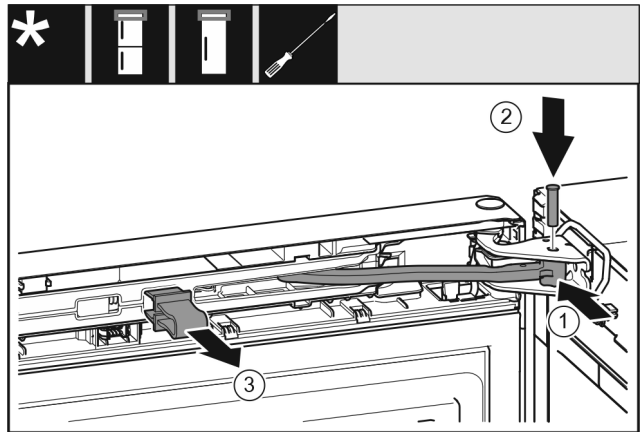

Fig. 66
- ▶ Ktheni menteshën Fig. 66 (1) në bazamentin mbështetës.
- ▶ Vendosni bulonin Fig. 66 (2) në bazamentin mbështetës dhe në menteshë. Këtu bëni kujdes që gunga ndaluese të futet saktësisht në kanal.
- ▶ Hiqni siguresën Fig. 66 (3).